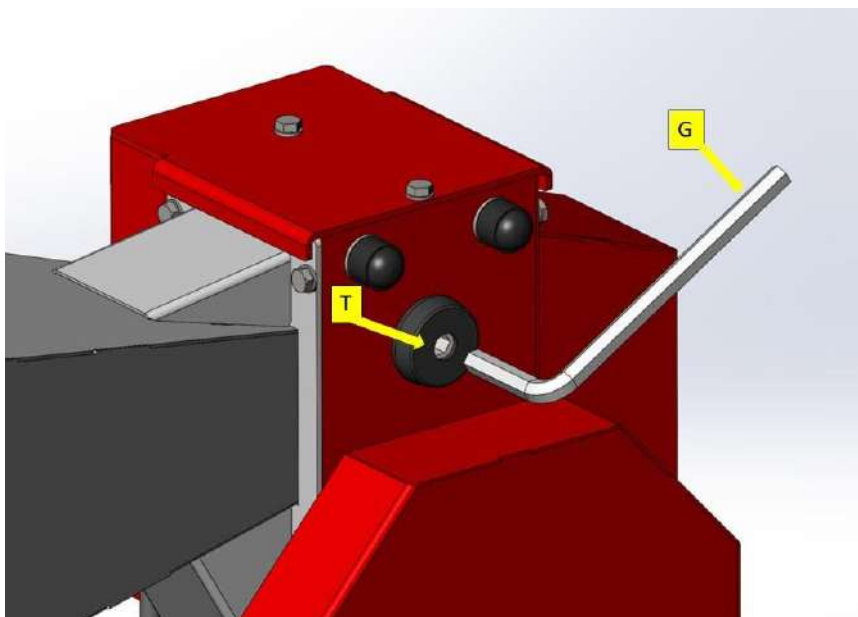

Рисунок 22. Схема розклинювача
1. Візьміть г-подібний шестигранний ключ G (йде в комплекті з подрібнювачем) рис. 22.